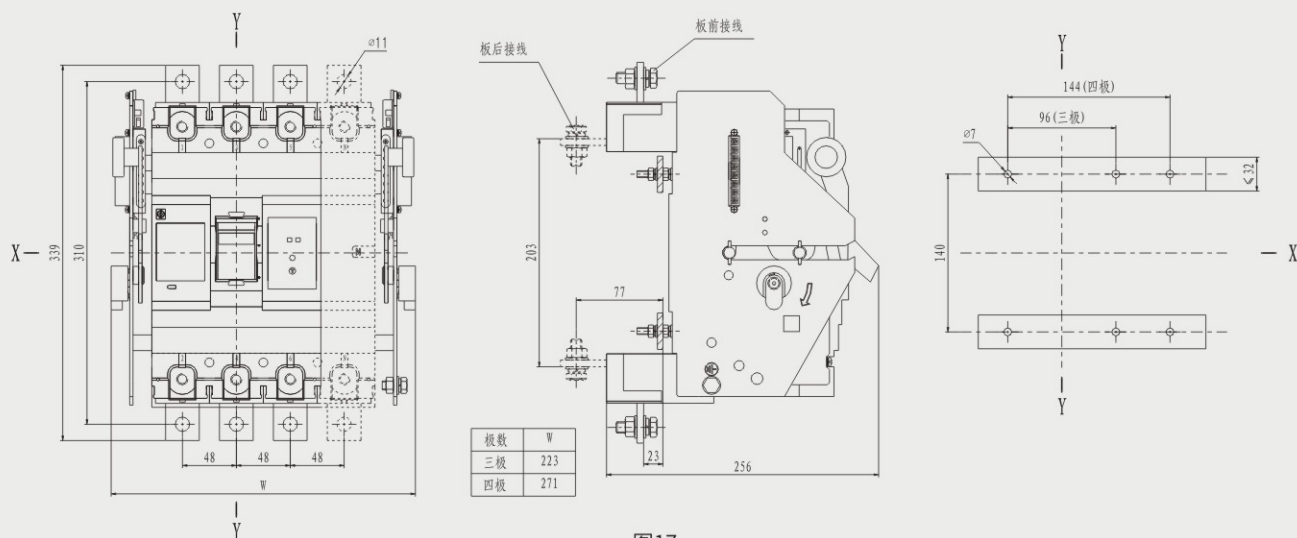

图17
16. HSL6-400 (H、L) 抽出式接线外形及安装、开孔尺寸 (三极、四极) 见图17